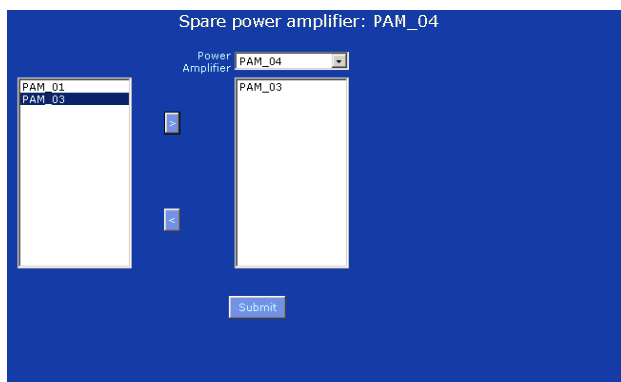

figura 34.18: Elementi ausiliari, passaggio 4
- 4 Fare doppio clic sull'amplificatore principale selezionato o fare clic sul pulsante > per assegnare l'amplificatore principale all'amplificatore ausiliario. Nella cornice principale dell'interfaccia web, appare una schermata simile a quella in figura 34.18.